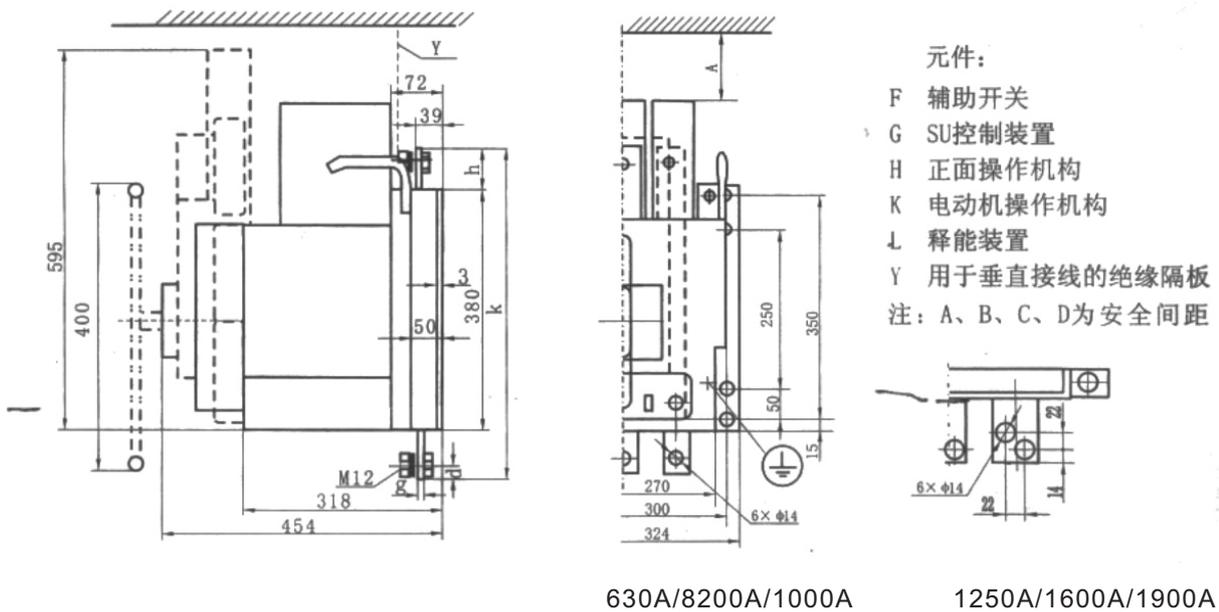

图19 RDW17-630~1900固定式外形尺寸及安装尺寸
8.7.1 RDW17-630~1900固定式断路器的外形尺寸及安装尺寸见图19和表12。